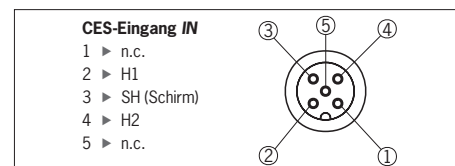

Bild 1: Anschlussbelegung (Blick auf Steckseite)
- ▶ Die CES-Leseköpfe an die CES-Eingänge IN (Buchse 5-polig M12) anschließen (siehe Bild 1)